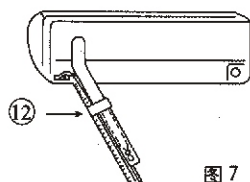

图 7
(1) 当要把铜管从后面引出时, 将铜管、排水管和连接电缆进排气管一起用附件⑫胶带绷紧。(图 7)